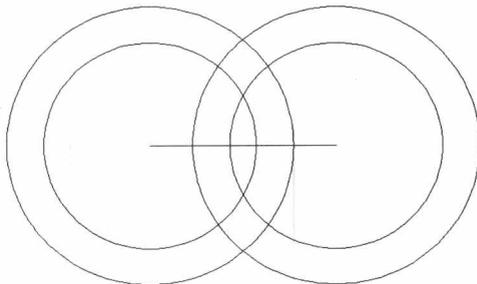

图2-4 绘制圆
**步骤 05** 用同样的方法，以直线的两端点为圆心，绘制两个半径均为108的圆，效果如图2-4所示。